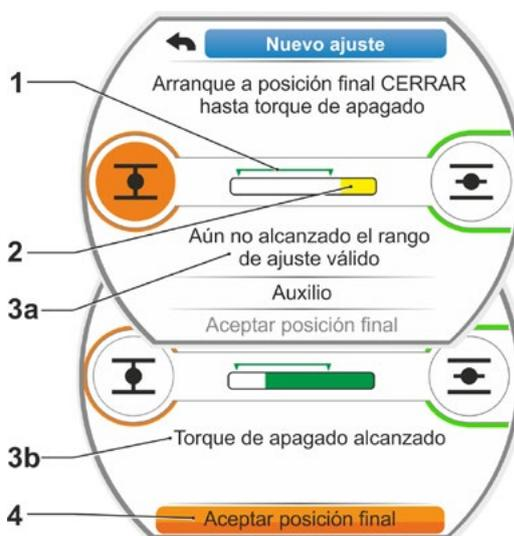

Fig. 12: Arranque a posición final CERRAR con apagado sujeto al torque
- b) Poner la marca de selección sobre 'Aceptar posiciones finales' (fig. 12, pos. 4).
El display informa sobre si se ha alcanzado el rango o margen de ajuste válido (fig. 12, pos. 1) (3b) o aún no (3a), y la barra de progreso (2) cambia consecuentemente del color amarillo al verde.
Si se ha alcanzado el torque de apagado, aparece el mensaje 'Torque de apagado alcanzado' (3b) y el punto de menú 'Aceptar posición final' está activado (fig. 12, pos. 4).